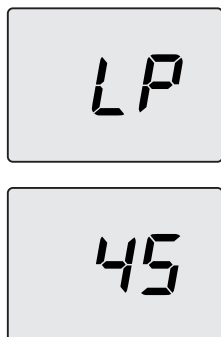

Figura 9.11
- Premere contemporaneamente i tasti 13 e 14 (Figura 9.9) fino a far apparire sul display LCD le lettere **LP** che si alternano con il valore di temperatura minimo dell'acqua sanitaria (es.45), indicanti l'entrata nell'attivazione della "funzione spazzacamino" alla potenza minima in sanitario (Figura 9.11).